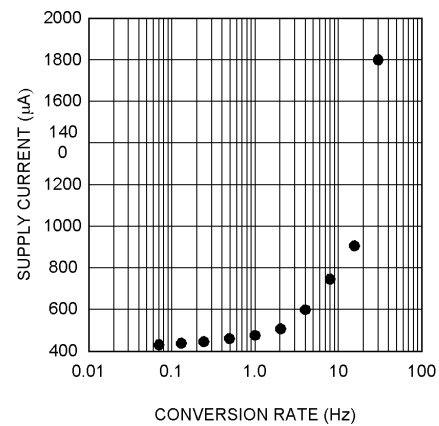

FIGURE 2. Conversion Rate Effect on Power Supply Current
LM89 は、ローカル温度 (LT) の変換、リモート温度 (RT) の変換、および各レジスタの更新を、およそ 31.25ms で一巡して処理します。変換処理が行われている間、[ステータス・レジスタ] (02h) の Busy ビット (D7) が HIGH になります。変換処理順はラウンド・ロビン式です。変換レートは [変換レート・レジスタ] (04h) で変更できます。変換レートを変更しても、一連の変換処理と次の変換処理の間にディレイが挿入されるだけで、実際の変換処理は 31.25ms のままです。なお変換レートを変更すると、LM89 の消費電流は Figure 2 に示すように変わります。